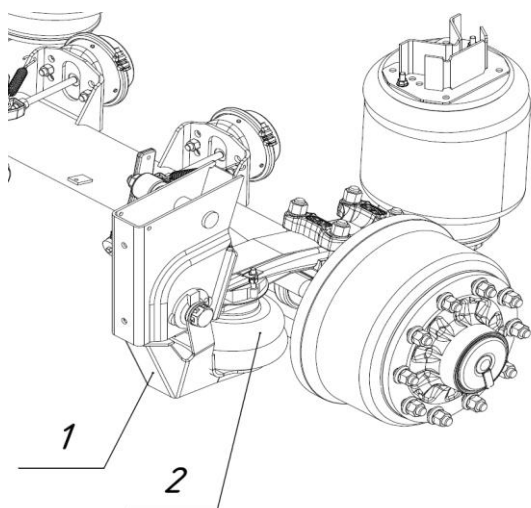

Рис. 1.7 - Механизм подъёма оси
Полуприцепы с пневматической подвеской оснащаются функцией подъёма первой оси (для типа 914296), или первой и четвёртой осей (для типа 914295), или первой и второй осей (для типов 914295) с помощью двустороннего механизма подъёма (рис. 1.7), состоящего из кронштейна (1), пневмоподушки (2) и крепёжных элементов